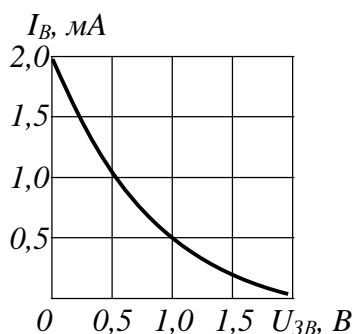

Рис. 10.9
**10.46.** За витокозатворною характеристикою польового транзистора КП103И (рис. 10.9) визначити крутизну характеристики при  $U_{ЗД} = 1,5; 1,0; 0,5$  В. Побудувати залежність  $S = f(U_{ЗД})$ .